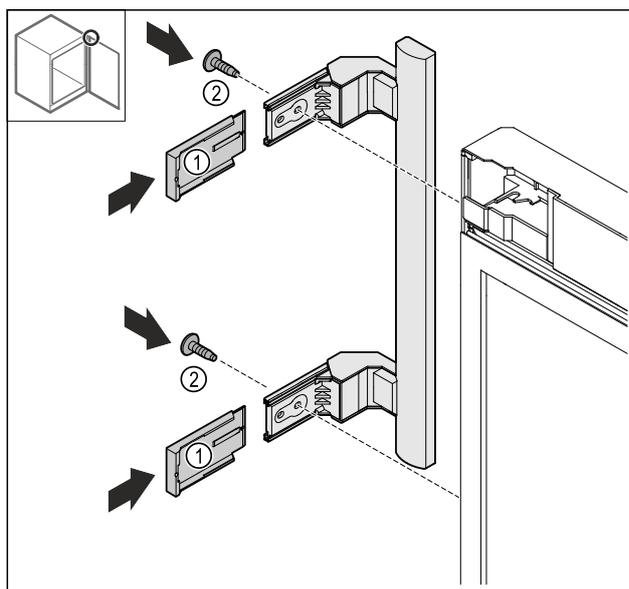

Fig. 26
- Nataknite poklopce Fig. 26 (1).